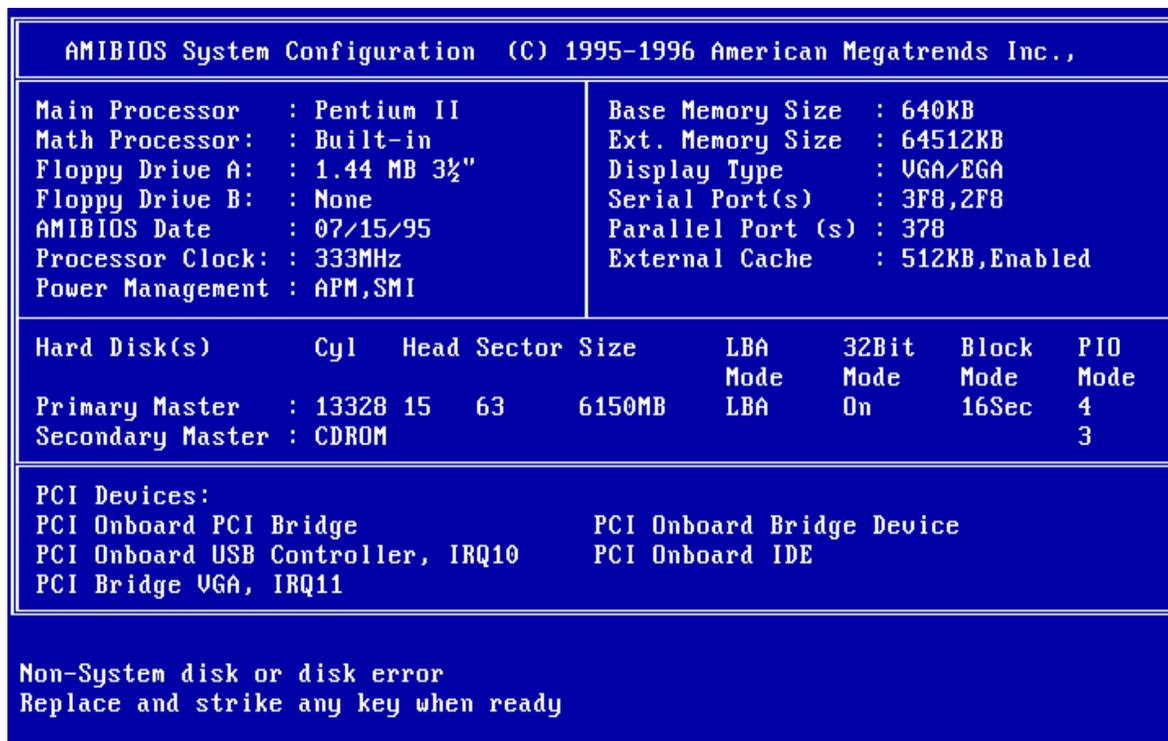

Figura 4.24 - Tela apresentada após a tentativa de boot
24) Neste momento, o PC está praticamente pronto no que diz respeito à montagem de hardware. Podemos ligá-lo e verificar que é feita uma contagem de memória seguida de uma tentativa de boot. Em geral, é apresentada uma tela com informações relativas à configuração de hardware (figura 4.24).
Nem todos os PCs apresentam telas como a da figura 4.24. De qualquer forma, as telas apresentadas são bastante parecidas. Vejamos então o significado das informações que são apresentadas: